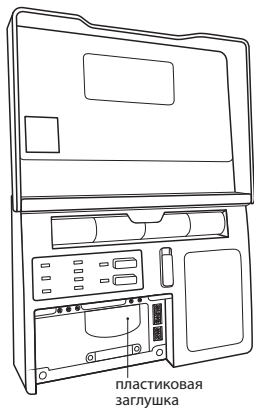

Рис. 4. Вид Модуля управления Neptune ProW изнутри с открытой крышкой коммутационного отсека
3. Откройте крышку коммутационного отсека (рис. 4).